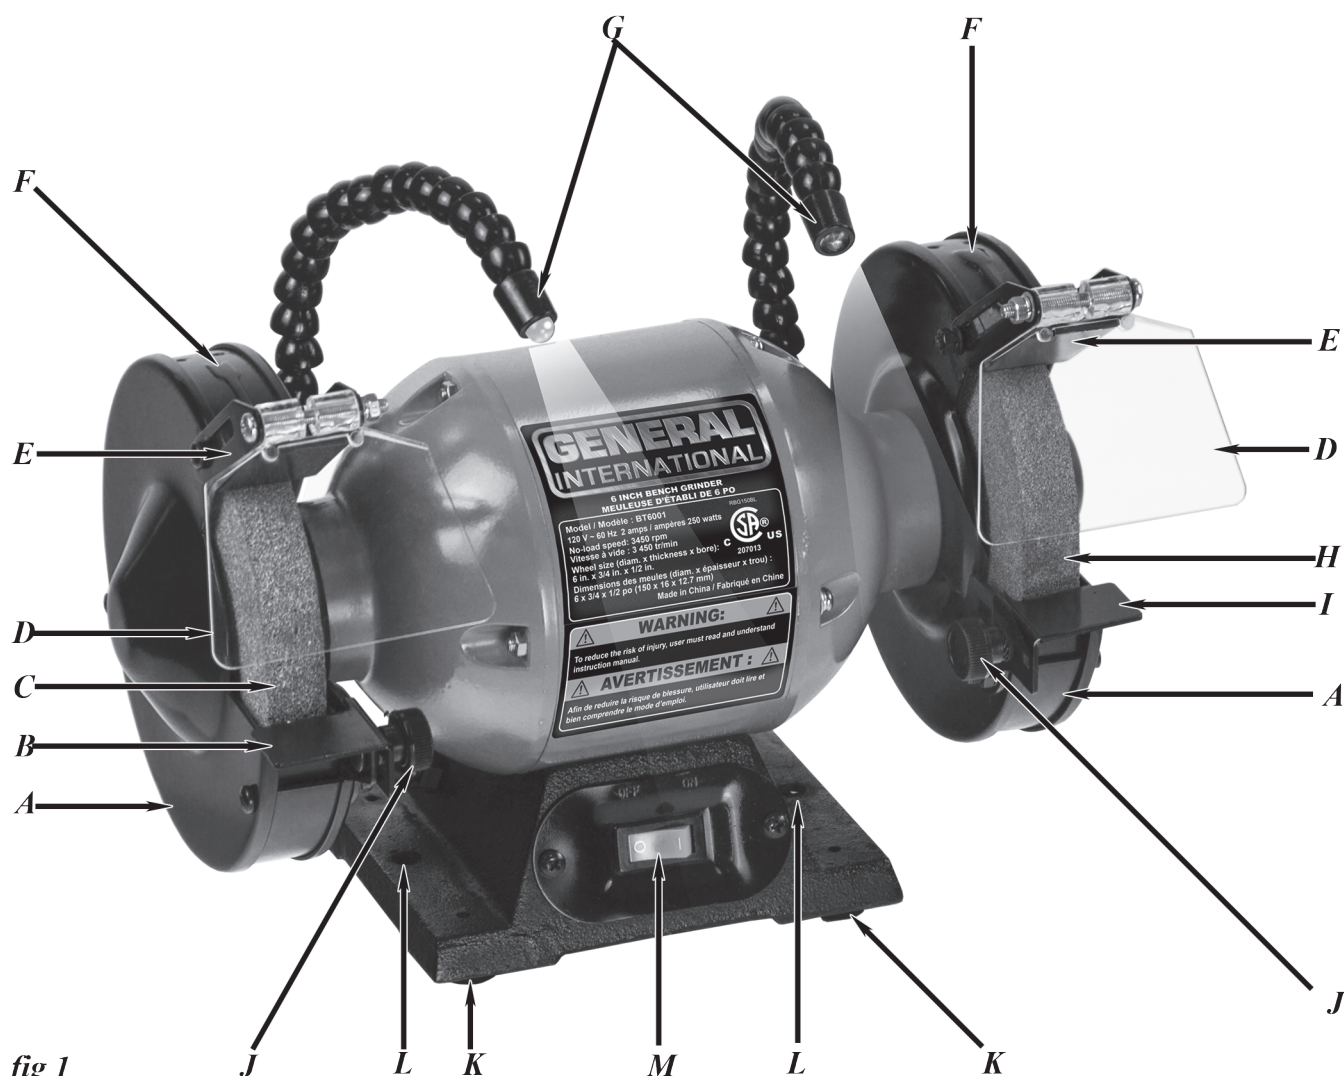

fig 1
2. Utilisez les trous dans la base de la meuleuse (L, fig 1) pour marquer les trous de fixation. Si elle doit être utilisée dans un seul endroit, fixer de façon permanente à la surface de travail. Utilisez des boulons, des rondelles, des rondelles de blocage et écrous, en gardant à l'esprit la vibration inhérente produite par la meuleuse en fonctionnement.